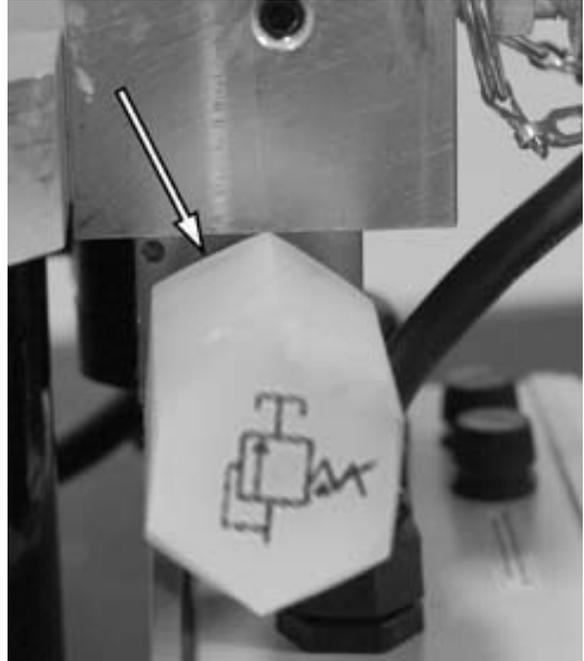

Figura 10.
4. Consulte la figura 10. Gire la válvula de regulación de presión a la presión deseada. Si se gira en sentido horario, la presión aumenta; si se gira en sentido antihorario, la presión disminuye.